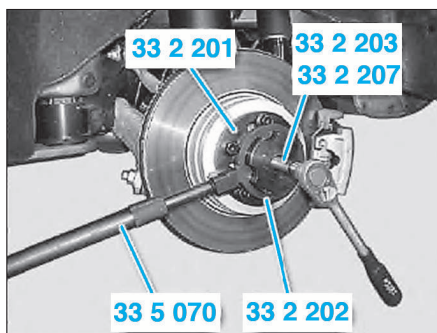

FIG. 11
- visser les outils 33 2 203, 33 2 207 et 33 2 201 au moyeu avec tous les boulons de roue (Fig.11).